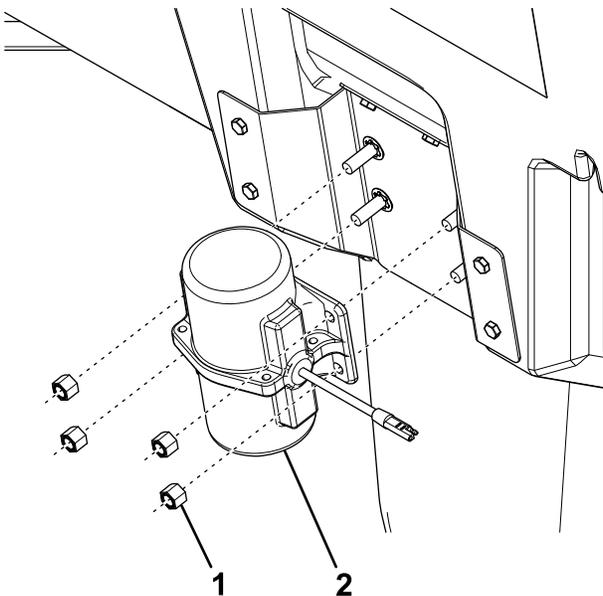

Figura 5
7. Coloque el vibrador sobre los 4 pernos y sujételo con 4 contratuercas (Figura 5).